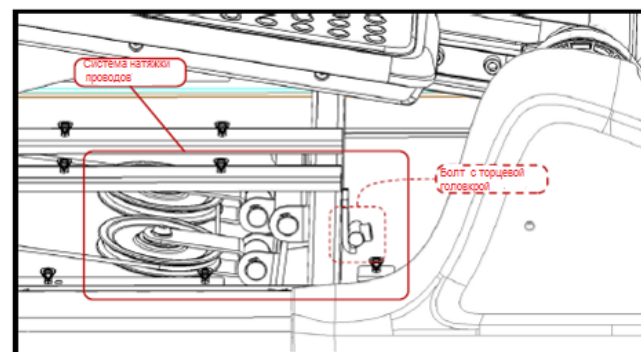

рис. 3
3. Ослабьте систему натяжения задних проводов (рис. 3): ослабьте зубчатый ремень с помощью снятия втулок и болтов с торцевой головкой с шарнирного кронштейна шкива в сборе.